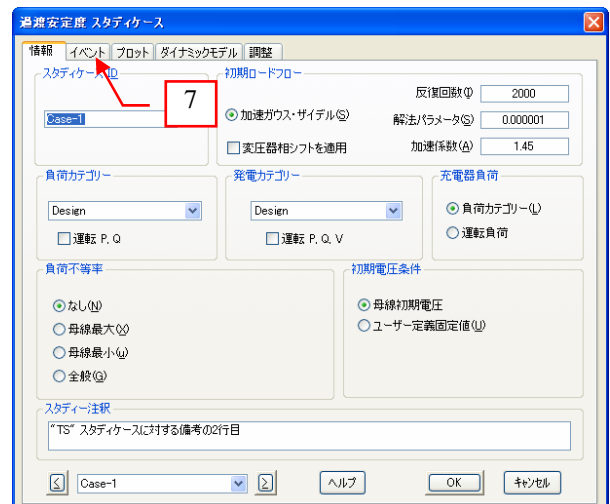

図 3
7. “過渡安定度 スタディケース” ダイアログボックスの“イベント”のページを表示する。図 3 参照
8. ステップ 4 で “TS” スタディケースをコピーし作成したので “イベント” のページのイベントおよびアクションはすでに “TS” と同じデータが入力されています。これらを削除し、新しいイベントを作成します。 図 3 参照